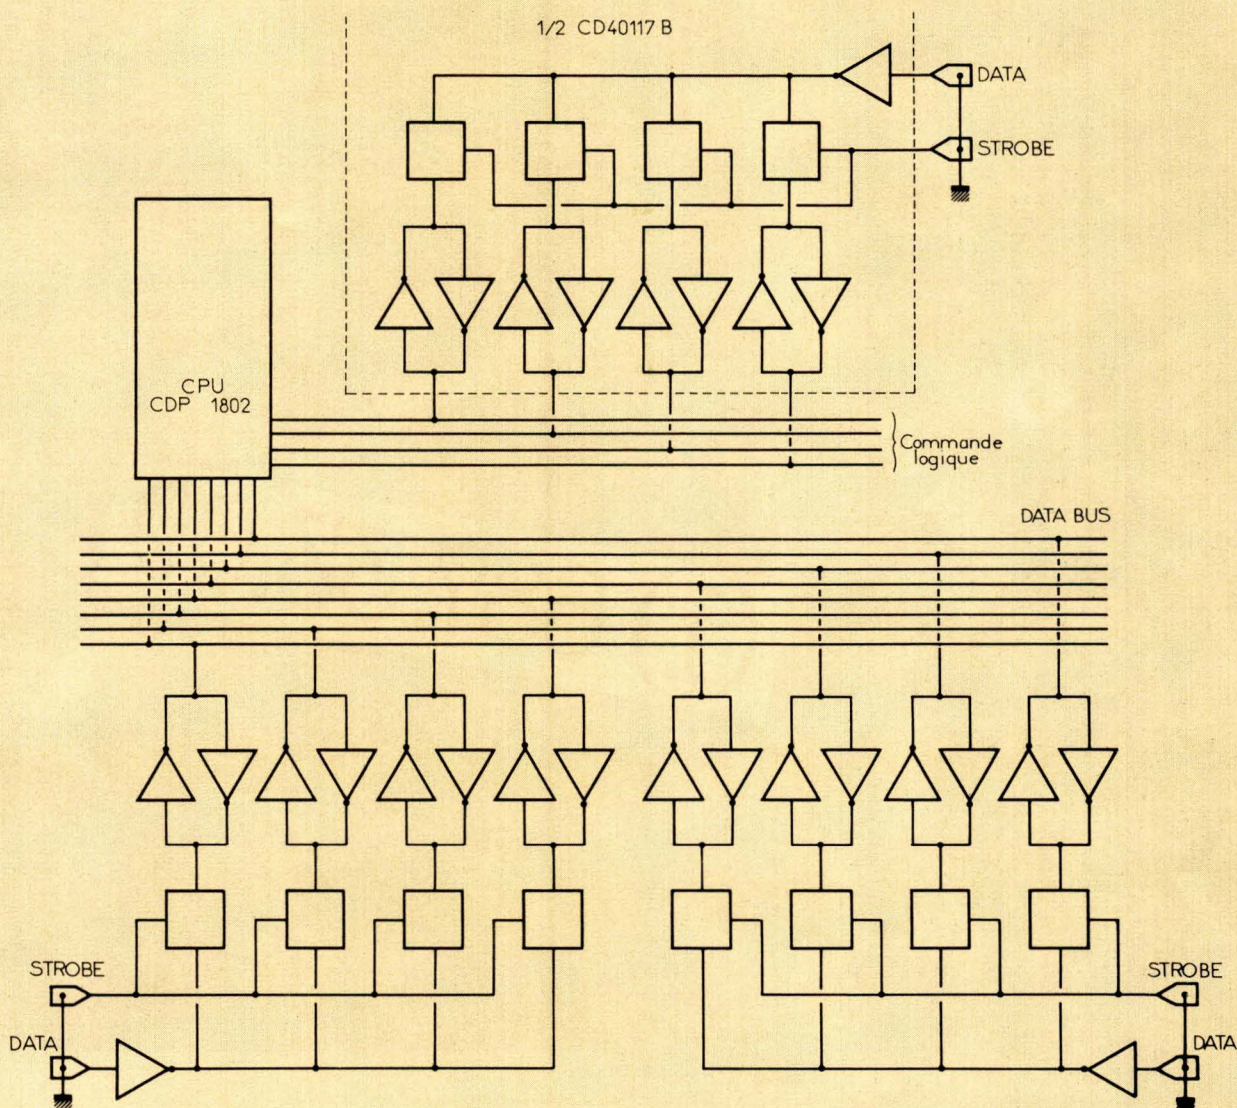

Fig. 5.
Les figures 5, 6, 7 fournissent quelques idées d'application :
- Figure 5. – Utilisation sur bus micro-processeurs.